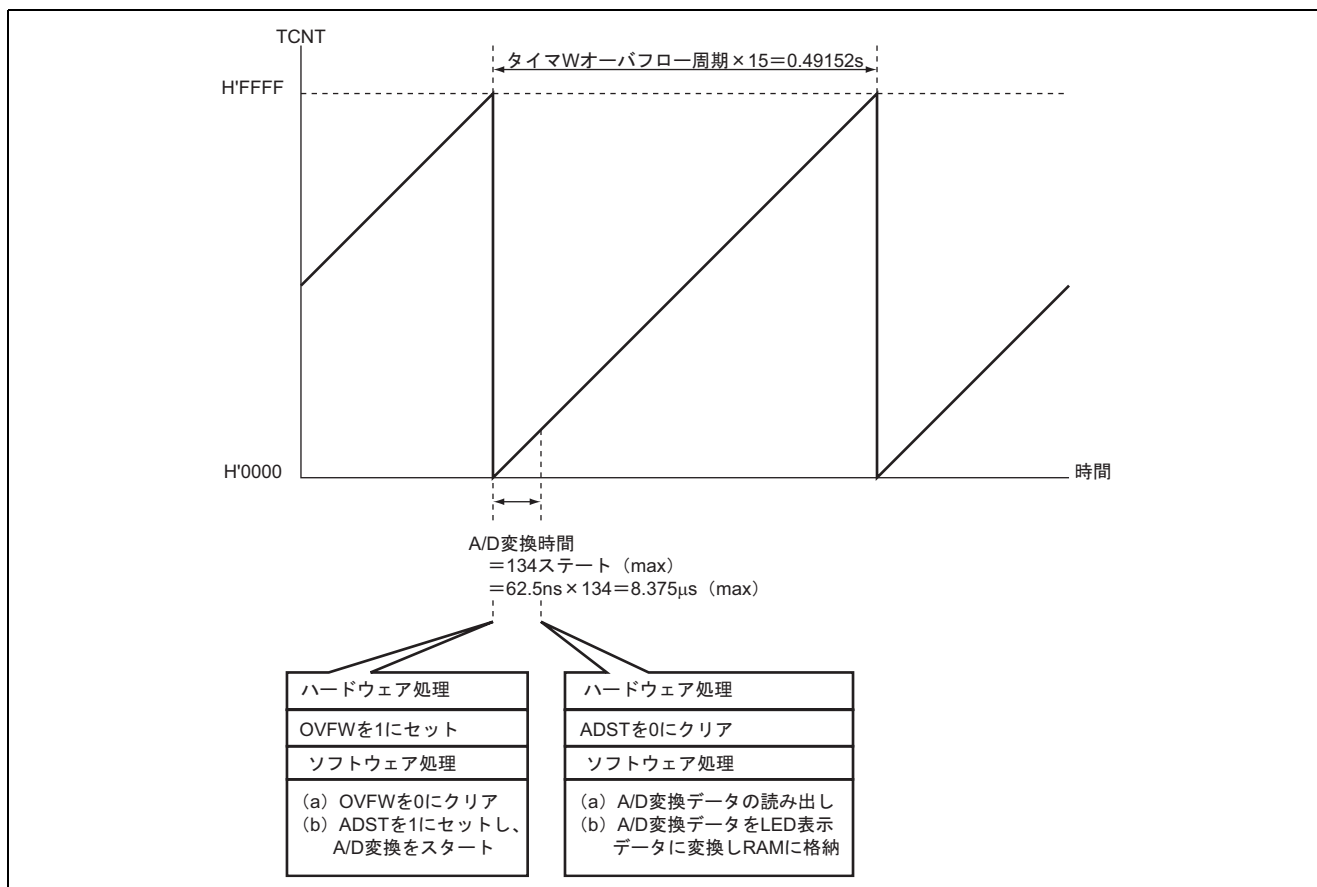

図 3.1 タイマ W を使用した AN2 端子の A/D 変換の動作原理
- 図 3.1 にタイマ W 使用した、AN2 端子の A/D 変換を行う際の動作原理を示します。図 3.1 に示すように、本タスク例では、A/D 変換割り込みを使用せずに tmrw ルーチンの中で、タイマ W オーバフローフラグより A/D 変換周期 (0.49152s) の計測、A/D 変換終了判定を行っています。